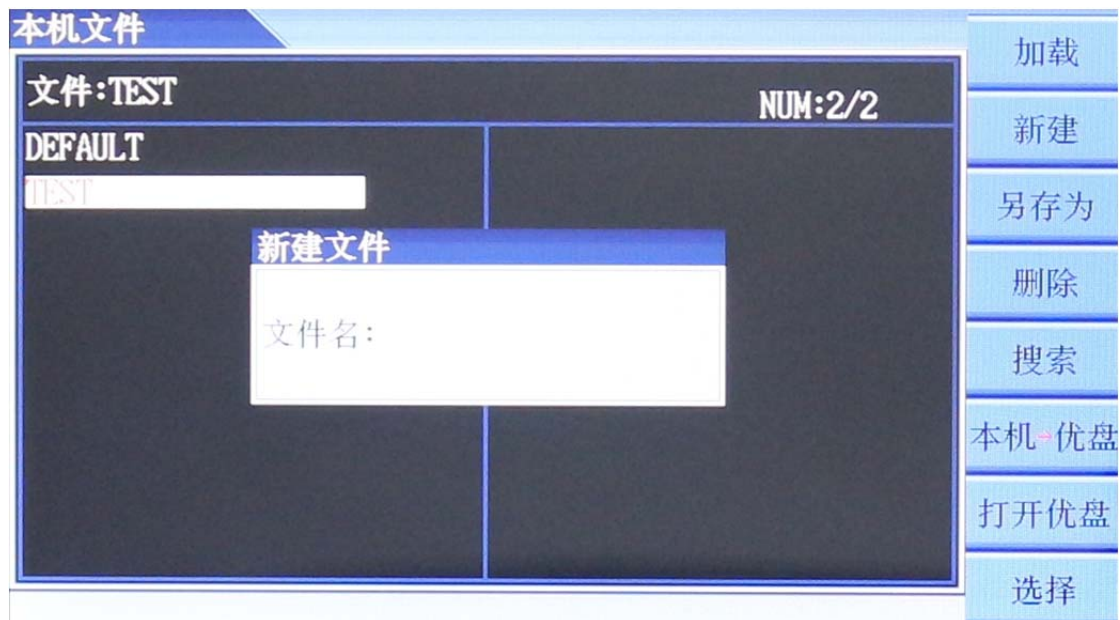

图 3-6
- (b) **新建** 建新的文档，按下该键在弹出的新建文档界面中通过键盘输入新的文档名称后按【Enter】确认并保存，如图 3-6。